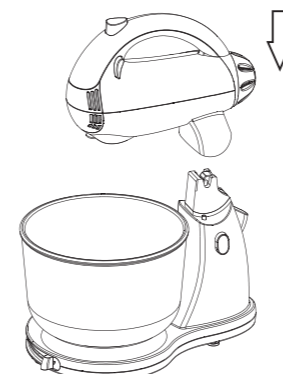

Fig.1
1- Encaixar a unidade motora (2) na base (15) da batedeira, como indicado na Fig. 1. Ouvir-se-á um "clique" quando a unidade motora (2) estiver na posição correta.